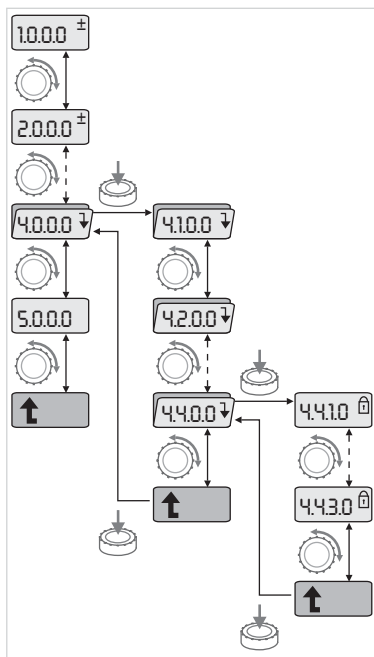

Fig. 41: Exemplu de navigare
- Efectuați navigarea generală în meniu după cum urmează (exemplu vezi fig. 41):